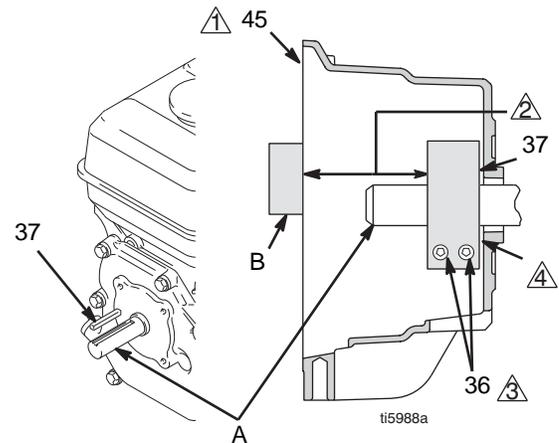

ABB. 10
4. ABB. 10. Die zwei Schrauben (36) an der Klammer (38) lösen.
5. Einen Schraubenzieher in den Schlitz in der Klammer (38) drücken und die Klammer entfernen.
1. ABB. 10. Motorwellenkeil (37) einbauen
2. Die Klammer (38) auf die Motorwelle (A) klopfen. Den unter Hinweis 2 angegebenen Abstand einhalten. Die abgeschrägte Seite muss zum Motor gerichtet sein.
3. Abstand überprüfen: Einen steifen, geraden Stahlblock (B) über die Vorderfläche des Kupplungsgehäuses (45) legen. Mit einem genauen Messgerät den Abstand zwischen dem Block und der Vorderfläche der Klammer messen. Die Klammer nach Bedarf einstellen. Die beiden Schrauben (36) mit einem Drehmoment von  $14 \pm 1,1$  Nm festziehen.